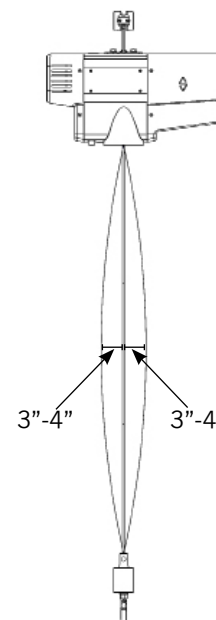

Abbildung 7-9.
8. Eine korrekte Durchhangeinstellung liegt vor, wenn der Durchhang des Drahtseils im Durchhangmodus 3 bis 4 Zoll beträgt und der Seilweg stoppt (**Abbildung 7-9**).